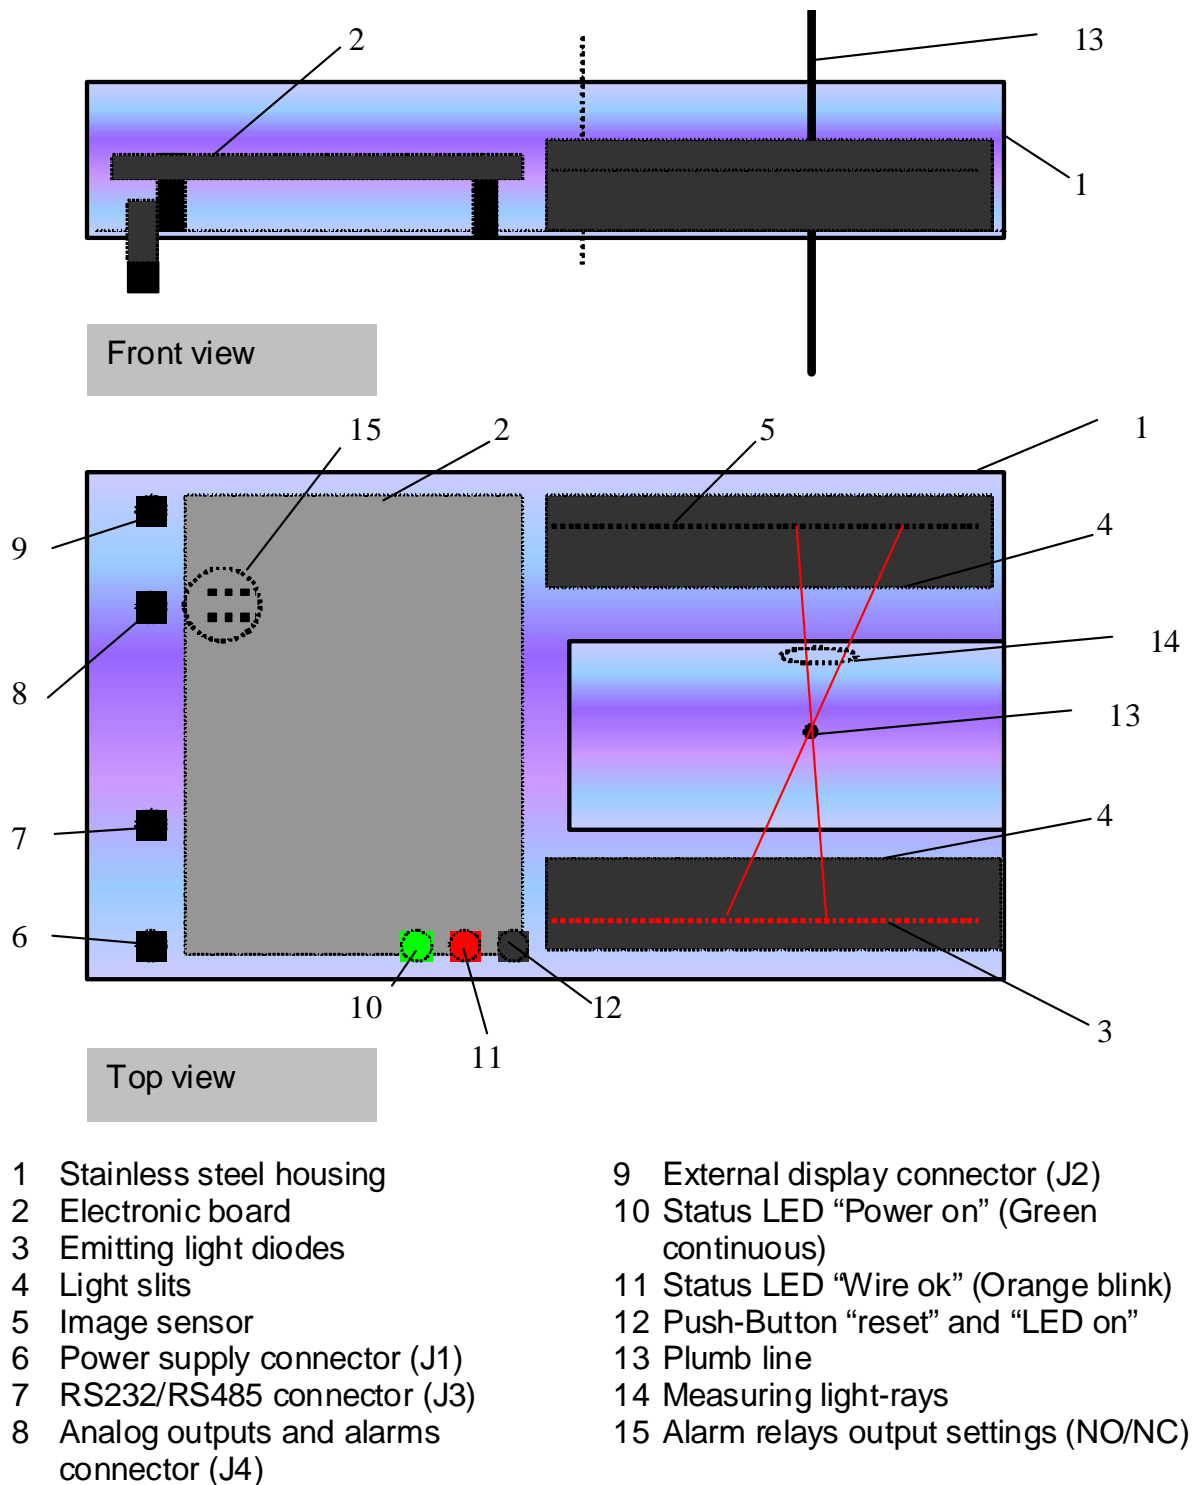

Abbildung 2: Einzelheiten VDD2V4
Wie in Abbildung 2 dargestellt, sind die Elektronik und die optischen Teile in einem rostfreien Gehäuse (1) untergebracht, dies wurde speziell gegen Tropfwasser konzipiert. Das Gerät kann durch vorsichtiges Abheben des Gehäuses (Deckel) geöffnet werden. Die Elektronikeinheit (2) (inklusive Spannungsversorgungseinheit, Signalschnittstelle, LED und CCD Controller, Verarbeitungseinheit) ist auf einer Platte montiert.
- Grün (10): Speisespannung ist vorhanden
- Orange (11): blinkt – zeigt an, das der Draht ordentlich erkannt wurde
Beide Status LED sind normalerweise aus. Um diese zu aktivieren, drücken Sie bitte die Taste (12) in Abbildung 2.